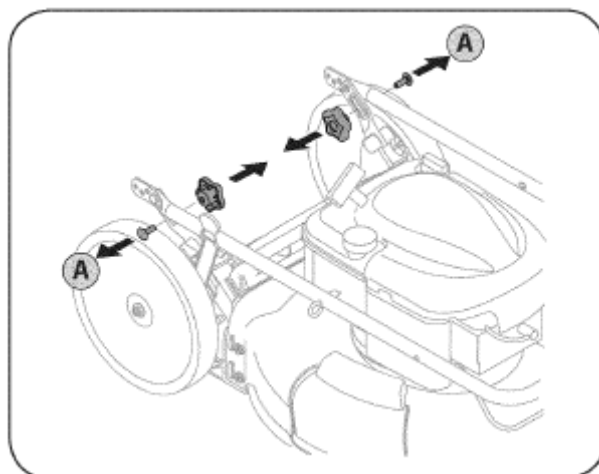

РИС. 1
- А. Выкрутите из рукоятки барашковые гайки и болты с буртиком, как показано на Рис. 1. Не ослабляйте и не извлекайте соседние винты с шестигранной головкой.